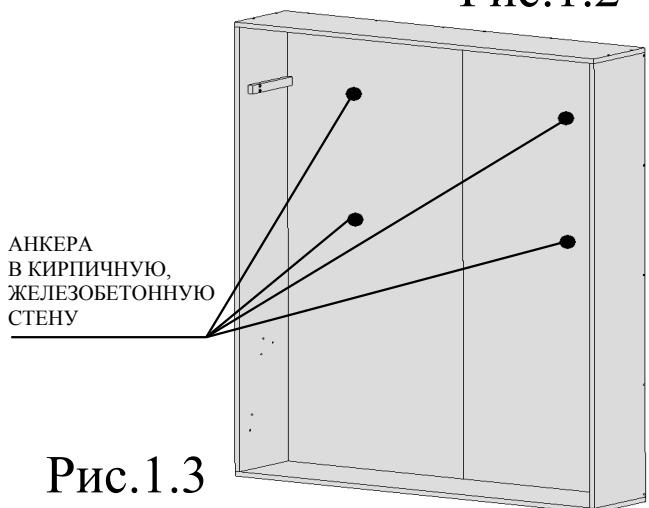

Рис.1.3
**СОБЛЮДАТЬ ВСЕ МЕРЫ ПРЕДОСТОРОЖНОСТИ ОТ СЛУЧАЙНОГО ПАДЕНИЯ, ВПЛОТЬ ДО ОКОНЧАТЕЛЬНОГО ЗАКРЕПЛЕНИЯ. Разметить отверстия для закрепления короба к стене комнаты в стенках задних поз.45 (в каждой не менее двух точек выше середины). КООРДИНАТЫ ТОЧЕК В СООТВЕТСТВИИ С РИС.28 или рис.1.3 и 1.4.**